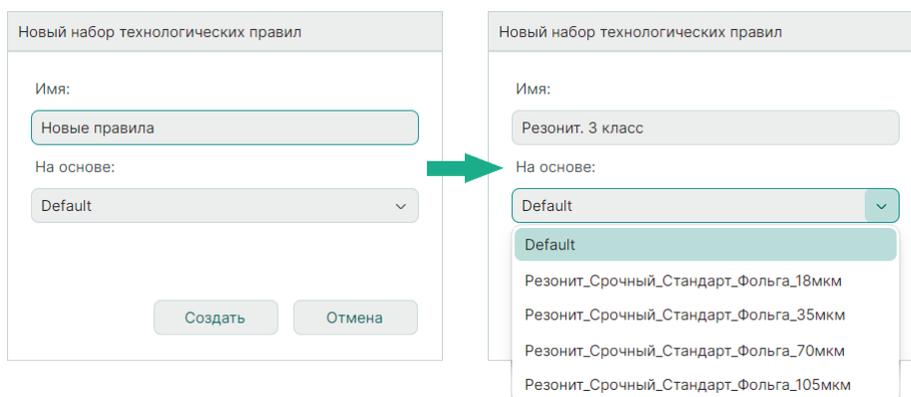

Рис. 513 Окно ввода имени новых технологических правил и выбора шаблона
2. В открывшемся окне «Новый набор технологических правил» ведите наименование новых правил (шаблона правил), в выпадающем списке шаблонов существующих правил выберите шаблон, на основе которого будут созданы новые правила, нажмите кнопку «Создать». По умолчанию выбран шаблон правил «Default», см. Рис. 513.